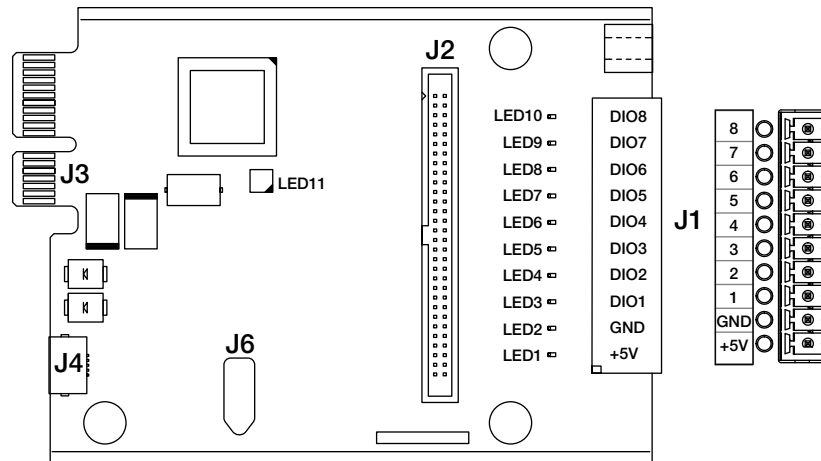

Abbildung 3. Platine der digitalen Ein- und Ausgangskarte
8. Die Verbindungen zur Optionskarte herstellen. Informationen zu den Pin-Zuweisungen können Abbildung 3 und Tabelle 2 entnommen werden.